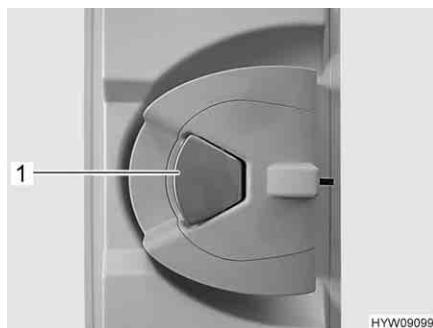

Fig. 18 Serratura della porta (porta di ingresso, lato interno)
- Quando la serratura della porta è bloccata: Tirare una volta la maniglia della porta (Fig. 18,1). La porta è sbloccata.
- Tirare la maniglia della porta (Fig. 18,1). La porta è aperta.
- Premere la maniglia della porta (Fig. 18,1).